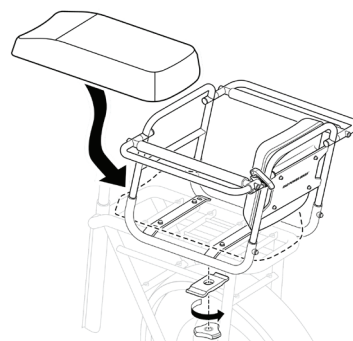

Figure 3 Installez le siège passager sur le porte-bagages arrière à l'aide des supports filetés.
- e. Placez la selle sur le porte-bagages de manière à ce que le boulon inférieur s'insère à l'intérieur de la fenêtre de montage (voir la figure 3).